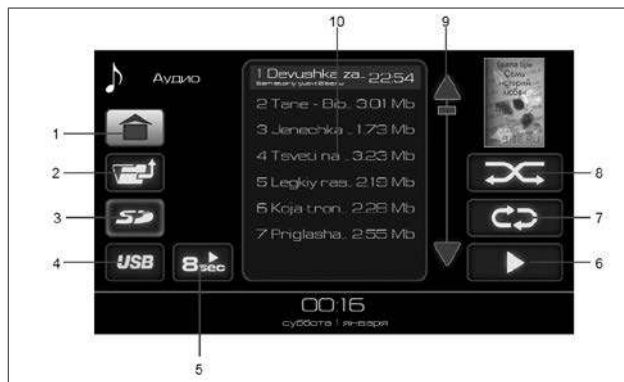
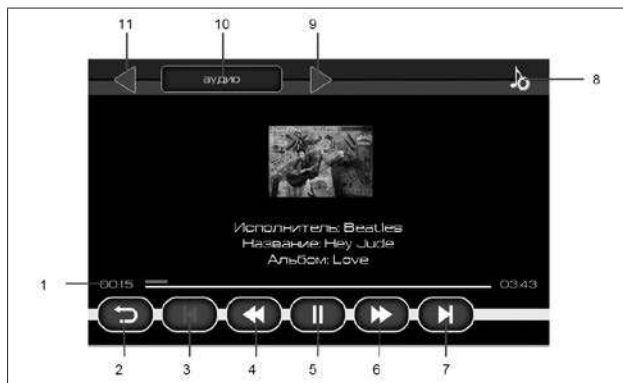

Рис. 4. Окно списка аудиофайлов
Рис. 5. Окно проигрывания аудиофайлов
Доступные для воспроизведения аудиофайлы и папки отображаются в списке (**10**) (рис. 4). Двойное нажатие на изображение папки отобразит список аудиофайлов в этой папке. Для выхода из папки нужно нажать кнопку **1** (рис. 4).
включения режима повторного воспроизведения (кнопка 7, рис. 4);
– либо нажатие на кнопку воспроизведения аудиофайлов (кнопка 6, рис. 4) позволяет воспроизвести все аудиофайлы, находящиеся в списке (10) (рис. 4);
– либо выбор папки одиночным нажатием на изображение папки в списке (10) на рис. 5, а затем нажатие кнопки воспроизведения аудиофайлов (кнопка 6, рис. 4) позволяет воспроизвести все аудиофайлы, находящиеся в выбранной папке, и во всех вложенных в нее папках.
Для остановки воспроизведения нажмите кнопку 5 (рис. 5). Если при воспроизведении аудиофайла нажать на кнопку «Пауза» (кнопка 5, рис. 5), а затем нажать на кнопку возврата (кнопка 2, рис. 5), то происходит переход в главное меню, и в кнопке «Аудио» (кнопка 4, рис. 2) появляется индикатор паузы (индикатор 8, рис. 2). Этот режим позволяет вернуться к воспроизведению аудиофайла с того места, где была поставлена пауза.